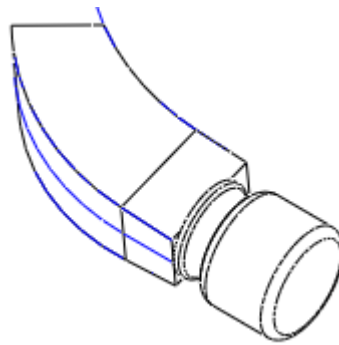

图 40-19
- (5) 单击草绘命令工具栏中的 , 返回特征操控板, 单击 , 完成特征的建立, 结果如图 40-19 所示。